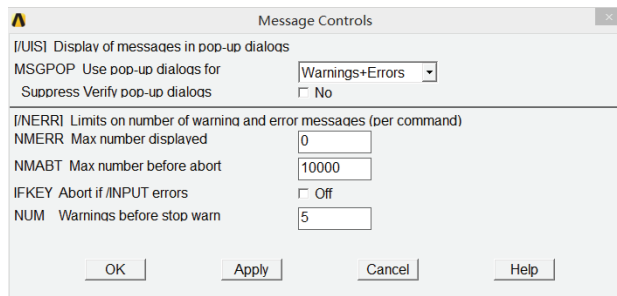

图 8-32 提示信息控制对话框
11) 选择 Utility Menu | MenuCtrls | Message Controls 命令, 出现 Message Controls 对话框, 在 NMERR Max number displayed 输入栏中输入 0, 如图 8-32 所示, 单击 OK 按钮关闭该对话框。